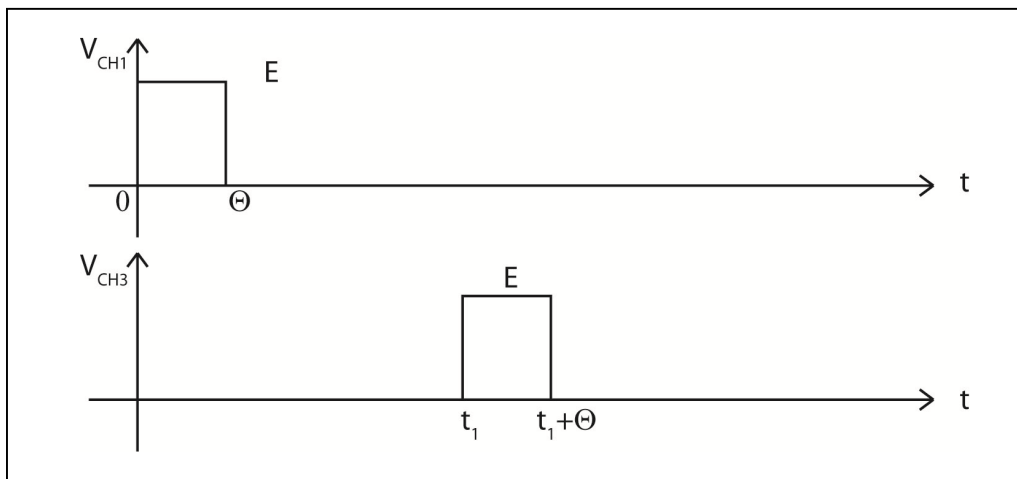

Figure 8 : Chronogramme des signaux relevé pour une charge adaptée
Question 3 : On branche une charge, adaptée à l'impédance caractéristique du câble coaxial considéré, en sortie. On relève, en entrée et en sortie du câble, le chronogramme de la figure 8. On mesure $E = 1\text{V}$, $\Theta = 90 \text{ ns}$ et $t_1 = 326 \text{ ns}$. En déduire la longueur (L) du câble.